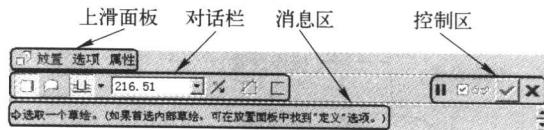

图 1-3 特征操作控制面板
3) 单击“基础特征”工具栏中的按钮，则在窗口下侧出现此特征操作的操作控制面板（简称操控板），如图 1-3 所示。操控板一般由“对话栏”、“上滑面板”、“消息区”和“控制区”组成。在图形窗口中选取几何并设置优先选项时，操控板会缩小可用选项的范围，使用户仅锁定在建模的范围。对话栏可在图形窗口和对话栏中完成大部分建模工作。激活工具时，对话栏显示常用选项和收集器。